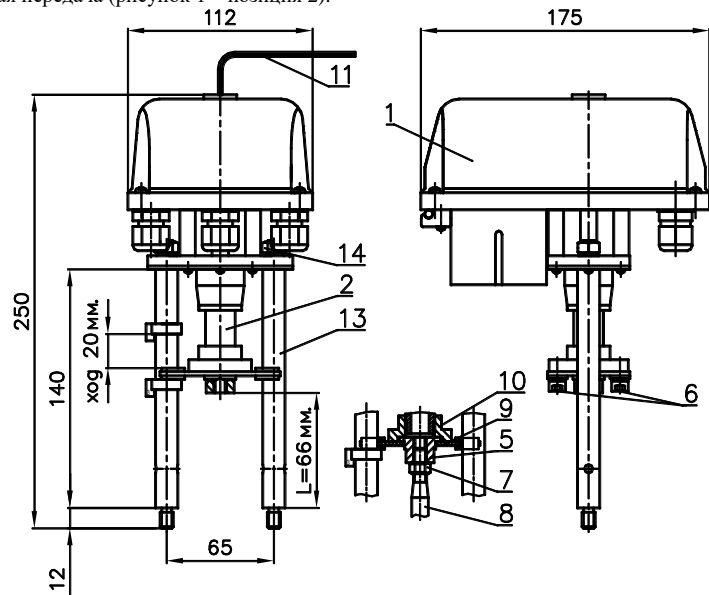

Рисунок 1 - ВЭП-135МВ
- электропривод (рисунок 1 – позиция 1);
- винтовая передача (рисунок 1 – позиция 2).
Электропривод (рисунок 1, 2) выполнен на базе шагового электродвигателя 3, питание и управление которым осуществляется от платы управления 4, обеспечивающей его работу в заданном режиме, а также его отключение при нагрузке больше усилия отключения. ЭИМ имеет три режима работы: калибровки, слежения, ручной. Индикация работы осуществляется светодиодным индикатором 12. Постоянное свечение - работа, мигание - авария. При пропадании сетевого питания и включенной функцией самовозврата ЭИМ, за время не более 45 с, устанавливается в положение, заданное переключателем 15 (нижнее или верхнее).